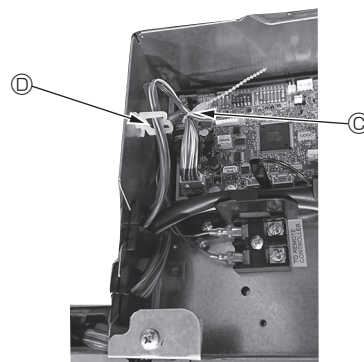

Fig. 10-14
- Coloque as partes excedentes dos fios de junção do i-see Sensor e do recetor de sinais da caixa dos componentes elétricos no grampo para fios tal como exibido no diagrama e, em seguida, segure todos os fios com a presilha. (Fig. 10-14)